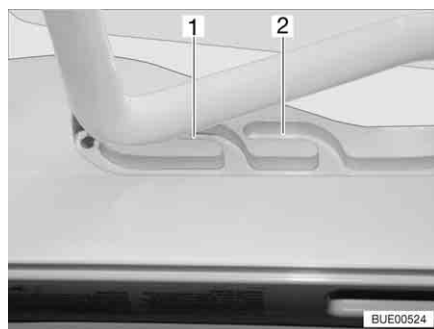
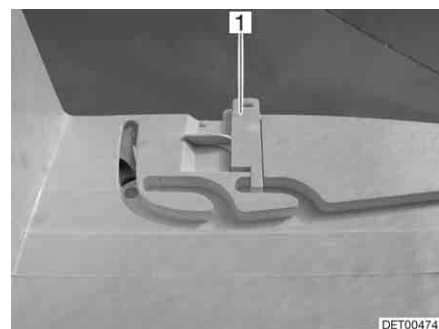

Bild 92 Heki-takluckan i ventilationsläge
Bild 93 Lås ventilationsläge
Heki-takluckan kan ställas i två ventilationslägen: Läget för dåligt väder (Bild 92,1) och mittläget (Bild 92,2). Beroende på modell kan takluckan låsas i mittläget med de båda spärrarna (Bild 93,1) till höger och vänster om ramen till takluckan.
- Tryck bygeln lätt uppåt och skjut in den i det valda spåret (Bild 92,1 eller 2) och lås eventuellt.